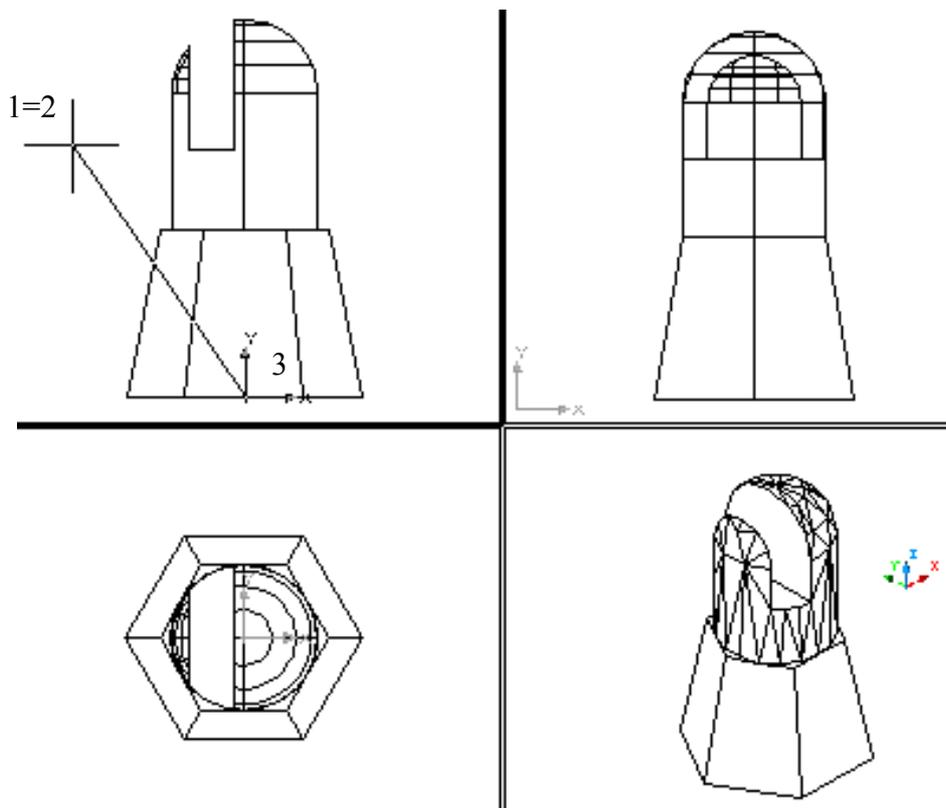
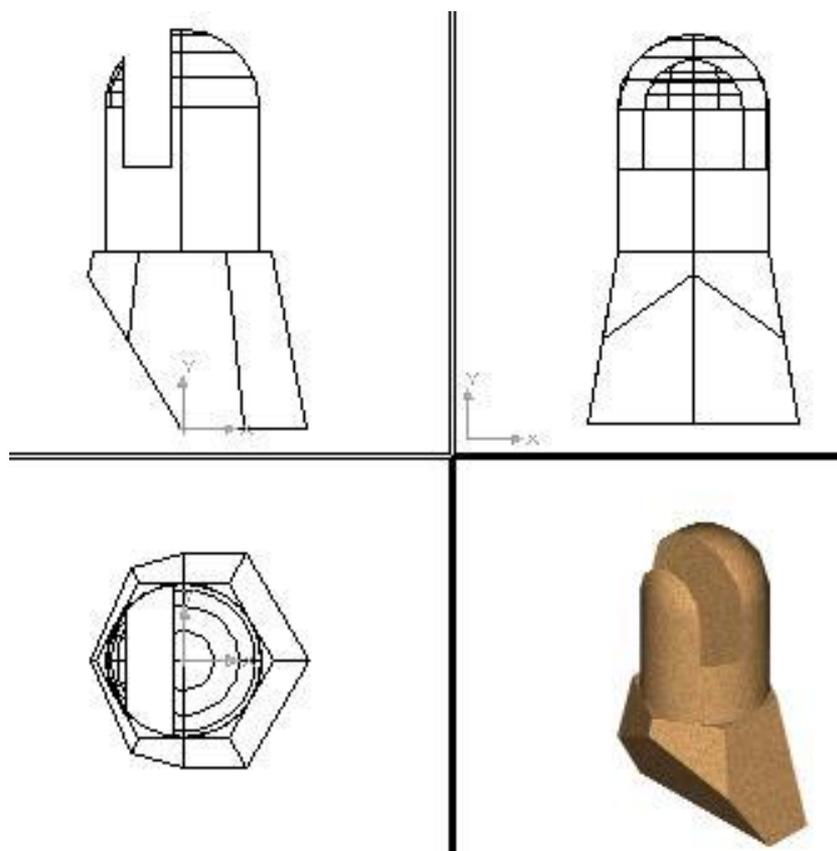

Рис. 6.17. Задание положения секущей плоскости для создания среза
Рис.6.18. Создание среза на твердотельной модели
5. Срез в нижней части предмета выполнен командой **SLICE**. Плоскость разреза, занимающая проецирующее положение, задана тремя точками (рис. 6.17). Две из них являются конкурирующими. Их положение задано координатами. Итоговый результат представлен на рис. 6.18.